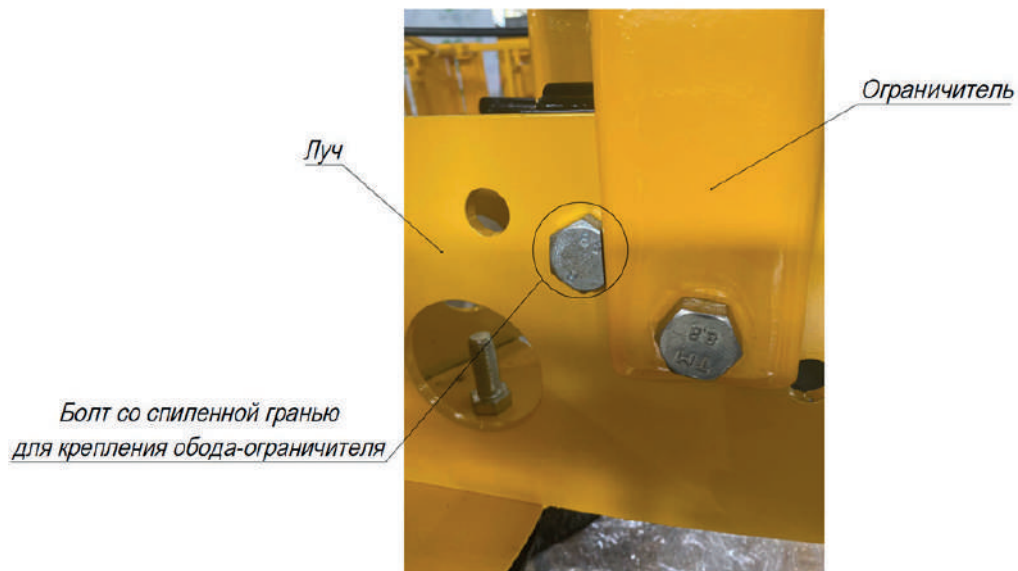

Рис. 12. Расположение ограничителя справа от отверстия для крепления обода-ограничителя
2. При установке ограничителя в отверстие, находящееся справа от отверстия для крепления обода-ограничителя, разверните болт спиленной гранью к ограничителю (направо) (см. рис. 12).